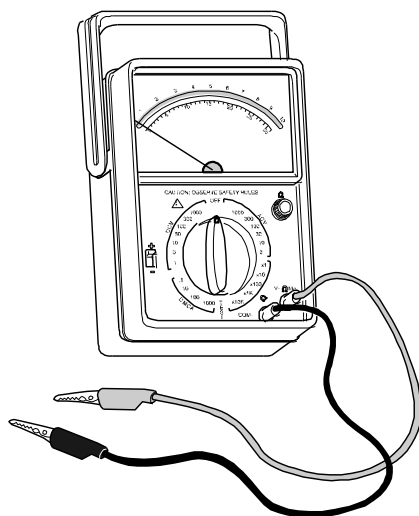

Figure 23 - Ohmmètre
1. Sur les Ohmmètres pas très récents, il a généralement une vis en plastique au centre de l'instrument, juste sous l'aiguille qui indique la mesure. En tournant cette vis l'aiguille se déplace. Tourner la vis tant que l'aiguille ne se place pas sur «0» situé sur l'extrême gauche de la graduation (Fig. 23);